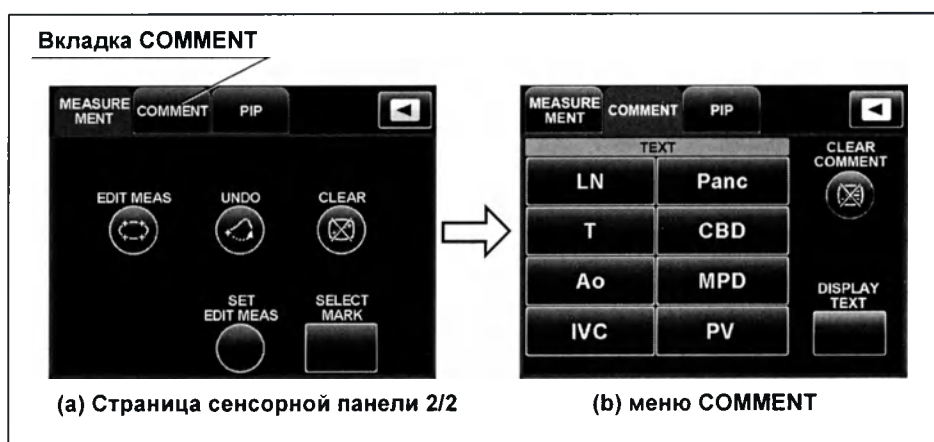

Рисунок 7.169
- 1 В каждом режиме кнопка перехода между страницами служит для переключения к следующей странице. На рис. 7.169 (а) показано меню режима электронного сканирования В.
- 2 Нажмите вкладку COMMENT для переключения дисплея к меню COMMENT. Вкладка COMMENT будет выделена (см. рис. 7.169 (b)).